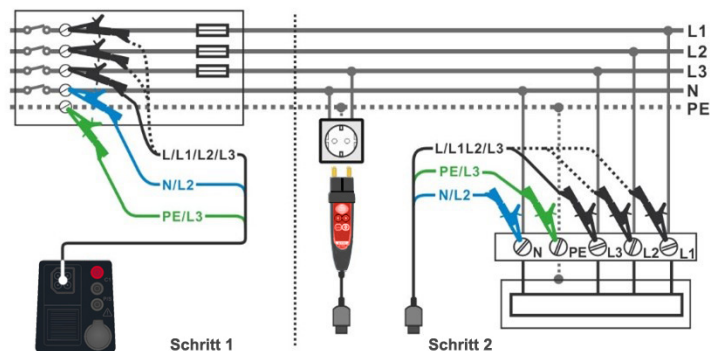

Abbildung 4.73: AUTO TT-Messung
- › Schließen Sie die 3-Leiter-Prüfleitung oder den Commander Prüfstecker am Prüfobjekt an, siehe **Abbildung 4.73**.